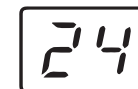

Abb. 1
- Vor dem Wechsel wird im Kühlmodus die Bildschirmanzeige wie in Abb. 1 angezeigt.
- Schließen Sie die Fenster und Türen des zu klimatisierenden Raums (Abb. 1). Wenn Sie das Gerät semi-permanent installieren, sollten Sie eine Tür leicht offen lassen (ca. 1 cm), um korrekte Belüftung zu gewährleisten.
Der Verdampferfilter kann wie in Abb. 1 herausgenommen werden. Die Kondensatorfilter bestehen aus zwei Teilen.